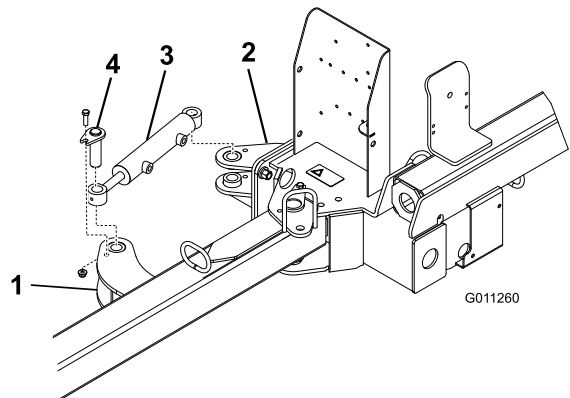

Bild 6
2. Befestigen Sie jedes Ende des Hydraulikzylinders mit einem Stift, einer Schraube (3/8" x 1-1/4") und einer Bundmutter (3/8") an der Aktuator Nase (Bild 6).